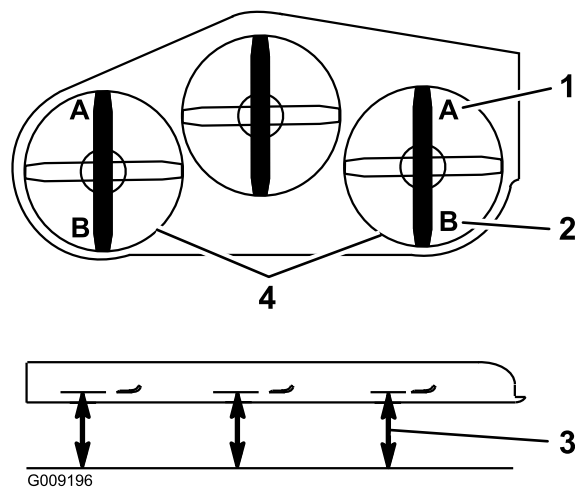

Figure 86
9. De chaque côté du plateau de coupe, mesurez la distance entre la surface plane et la pointe avant de la lame (position A). On doit obtenir un écart de 7,6 cm (Figure 86).
15. De chaque côté du plateau de coupe, mesurez la distance entre la surface plane et la pointe arrière de la lame (position B). On doit obtenir un écart de 8,3 cm (Figure 86).